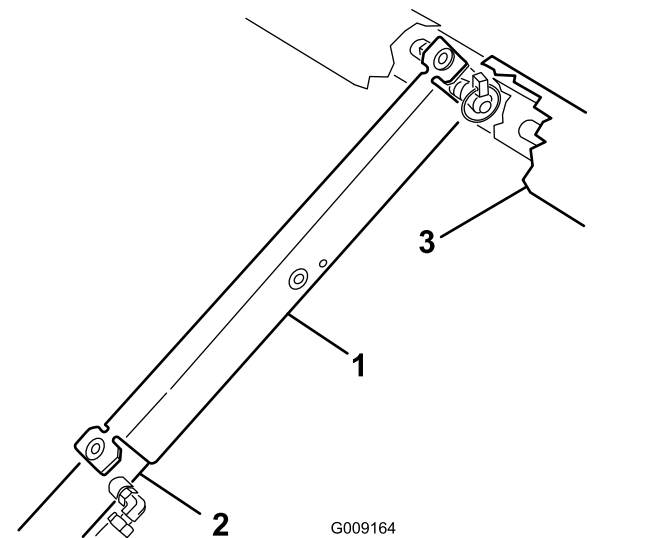

Figura 39
3. Empuje el soporte de la plataforma sobre la varilla del cilindro, asegurándose de que los extremos del soporte descansan sobre el extremo del cilindro y sobre la rótula de la varilla del cilindro (Figura 39).